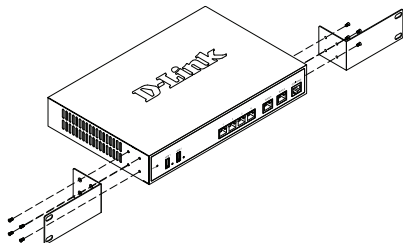

Abbildung 3. Anbringen der Rackbefestigungsklammern
1. Bringen Sie die Befestigungsklammern an den beiden Seiten des Gehäuses an, wie in Abbildung 3 gezeigt, und fixieren Sie sie mit den mitgelieferten Schrauben.